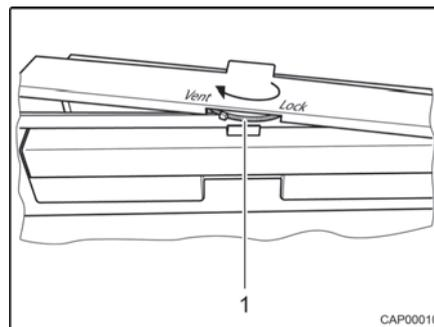

Fig. 68 Bloccaggio della porta del frigorifero
- Ruotare a destra ("Lock") la ruota di bloccaggio (Fig. 68,1) fino all'arresto. La posizione "Lock" resta impostata durante il funzionamento.
- Ruotare a sinistra ("Vent") la ruota di bloccaggio (Fig. 68,1) fino all'arresto.